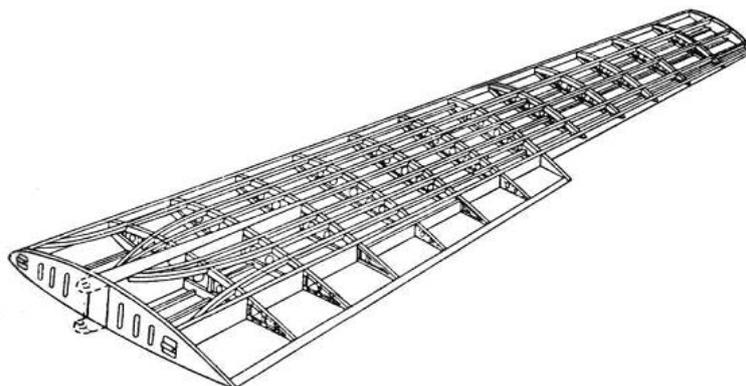

Figura 6: Estructura interna de un ala semimonocasco. No se muestra el revestimiento. (dominio público)
En el caso del ala y los estabilizadores, lo habitual es utilizar una estructura semimonocasco, como se ilustra en la Figura 6. Hay notables excepciones con otros tipos de estructuras, incluso geodésicas, pero no son muy comunes. La estructura semimonocasco está formada por el mismo tipo de elementos que el fuselaje homónimo, con algunas excepciones:
3. Los **largueros** suponen el elemento estructural más importante. Cada larguero está adosado tanto al revestimiento superior como al inferior, recorriendo el ala longitudinalmente. Existen alas con estructuras de un larguero, dos largueros o incluso multilarguero, aunque las alas de dos largueros como la mostrada en la Figura 6 son las más habituales en aviación comercial.